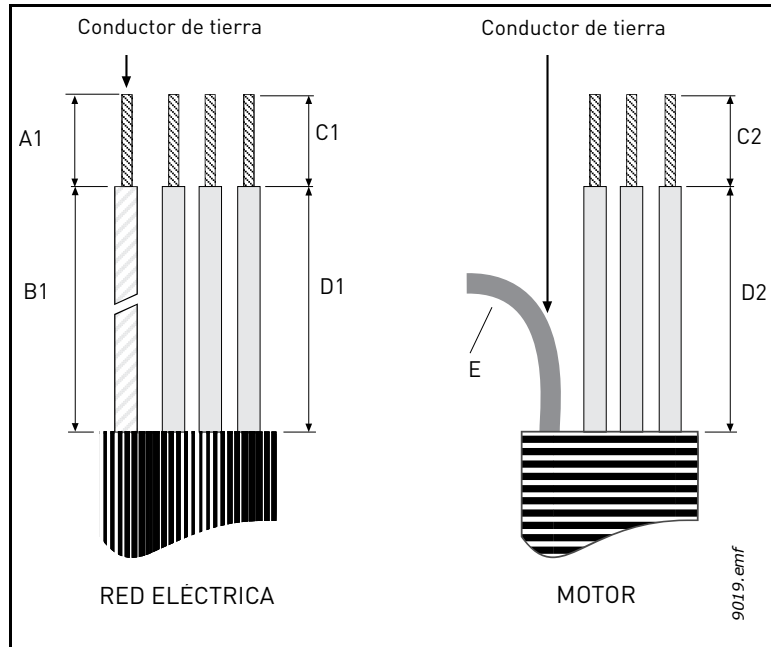
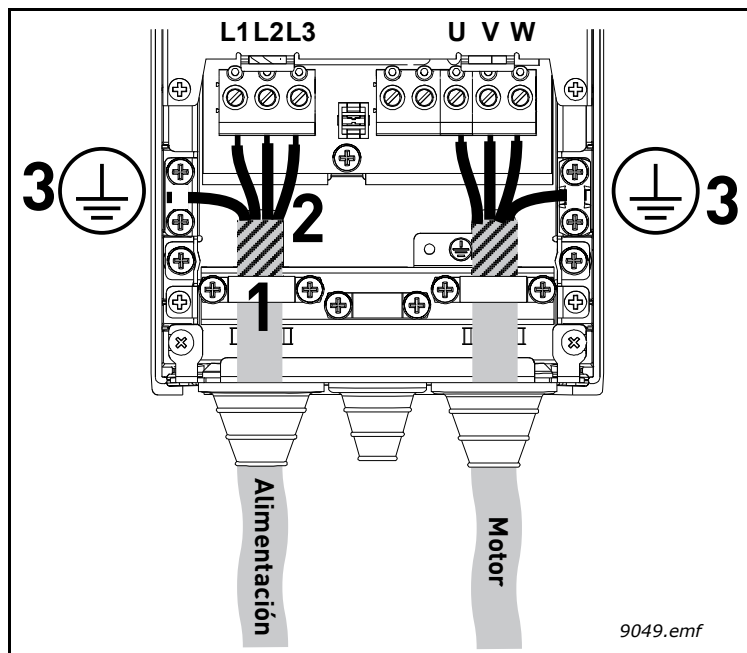

Figura 22. Corte de cables
Figura 29.
7	<p>Conecte los cables cortados (consulte la Figura 22 y Tabla 19) como se muestra en la Figura 29.</p> <ul style="list-style-type: none"> • Exponga el blindaje de los tres cables a fin de realizar una conexión de 360 grados con la abrazadera de cables (1). • Conecte los conductores (de fase) de los cables de alimentación, resistencia de frenado y motor a sus terminales respectivos (2). • Con el resto del blindaje de los tres cables, cree un “enrollado en espiral” y realice una conexión a masa con una abrazadera, como se muestra en la Figura 29 (3). <p>Cree este enrollado en espiral lo suficientemente largo para que llegue hasta el terminal y pueda colocarse en el mismo, pero no más largo.</p>